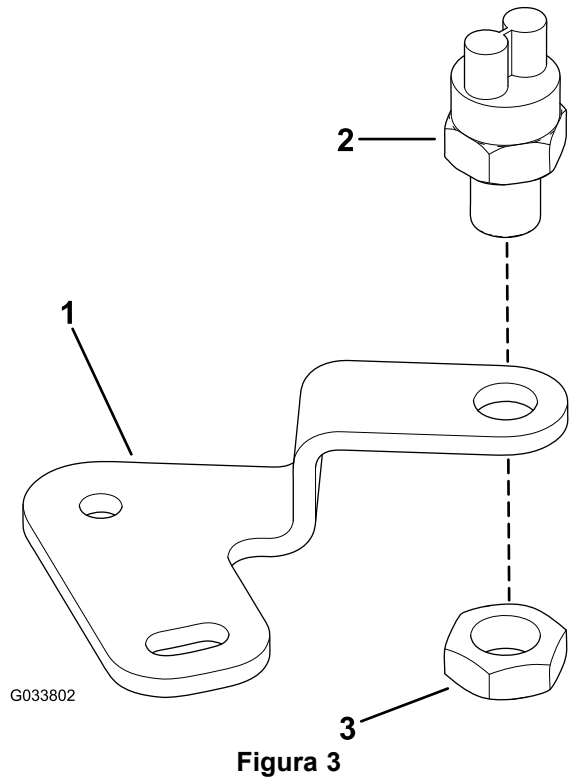

Figura 3
2. Montate l'interruttore a sfera sulla relativa staffa con il controdado (9/16 poll.) come illustrato nella Figura 3.